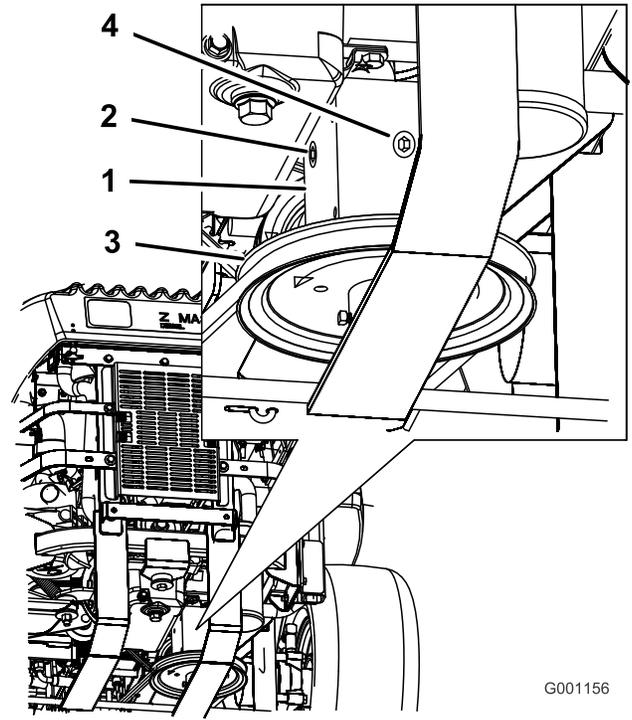

Figura 80
- Retire el tapón lateral o trasero de la caja de engranajes (Figura 80).